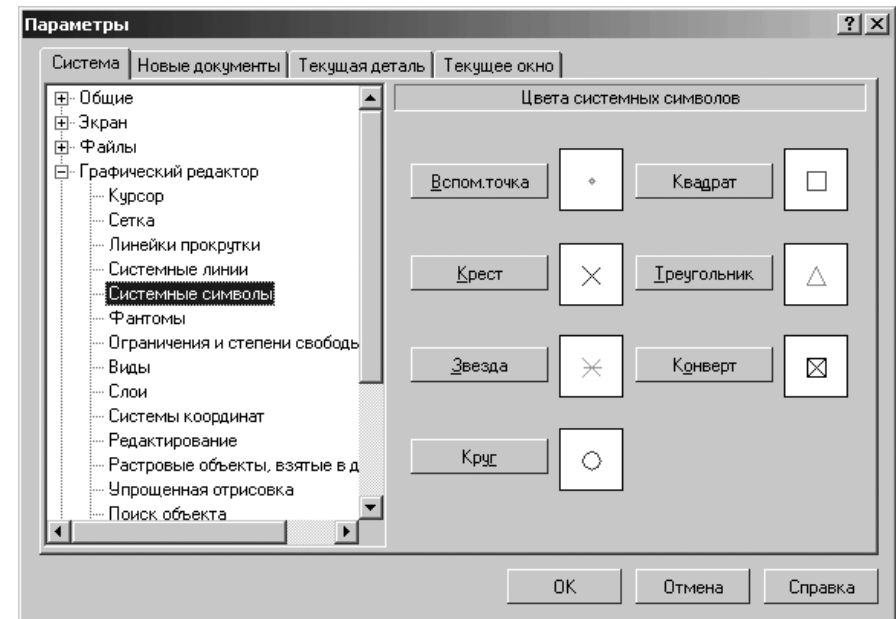

Рис. 9.22. Диалоговое окно **Параметры** с открытой вкладкой **Система** и открытой панелью **Цвета системных символов**
- щелкните по пункту **Системные символы**. Откроется в правой части диалогового окна панель **Цвета системных символов** (рис. 9.22).